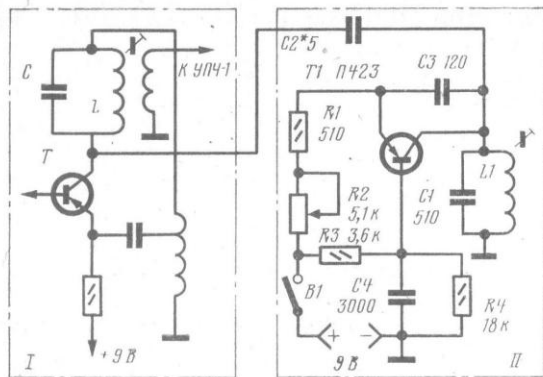

Рис. 1
На рис. 1, справа (II), показана принципиальная схема УД, предназначенная для использования в супергетеродинных приемниках с промежуточной частотой 1500 кГц. Слева (I) приведена схема смесителя. На рисунке видно, что связь умножителя добротности со смесителем происходит через конденсатор C2. Контуры LC и LC1 должны быть настроены на промежуточную частоту.